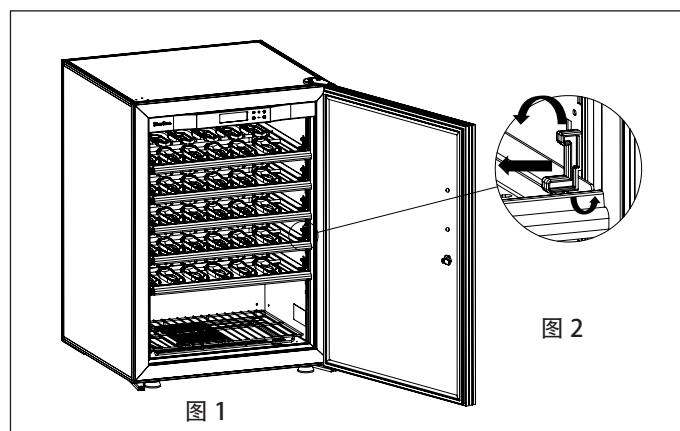

图 2
- 多个运输时使用的保护垫块已被固定在每个酒架上。每个酒架 2 个垫块（图 1）。请通过转动将每一个垫块取出（图 2）。您可保留这些垫块，以便在需要对您的葡萄酒酒柜进行长距离运输时重新使用它们。
1. 请将 2 个滑轨插入专门为为此准备的齿条中。装好用于每个酒架的左侧滑轨和右侧滑轨（参见示意图 1）。请将滑轨正确地卡入开槽内（参见示意图 2）。
示意图 2